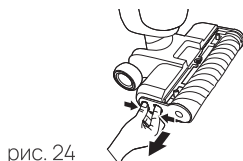

рис. 24
3. Отсоедините валик путем нажатия на фиксатор двумя пальцами и потяните его на себя, как показано на рис. 24.